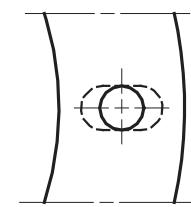

Fig. 4
- Elargir, si nécessaire, les trous dans le joint isolant (4), (voir fig. 4).